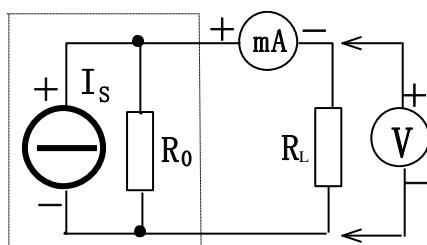

图 2-5
4. 验证诺顿定理: 从电阻箱上取得按步骤“1”所得的等效电阻  $R_0$  之值, 然后令其与直流恒流源(调到步骤“1”时所测得的短路电流  $I_{sc}$  之值)相并联, 如图 2-5 所示, 仿照步骤“2”测其外特性, 对诺顿定理进行验证。